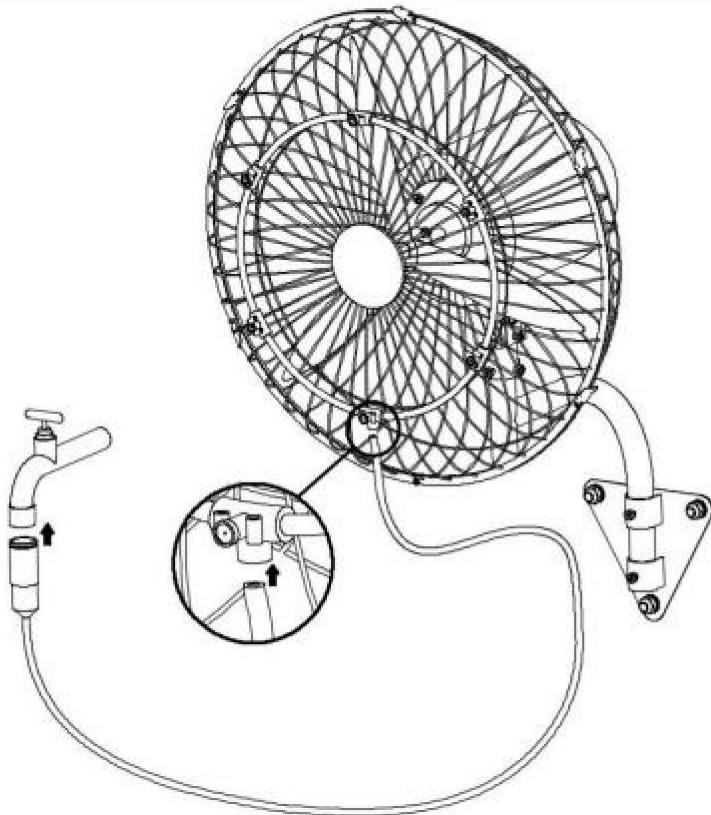

Abb.11.
- 2). Schließen Sie die Wasserleitung an den Wasserhahn bzw. die Sprühdüse an und ziehen Sie den Wasserhahn fest. Siehe (Abb. 11). Fertig!